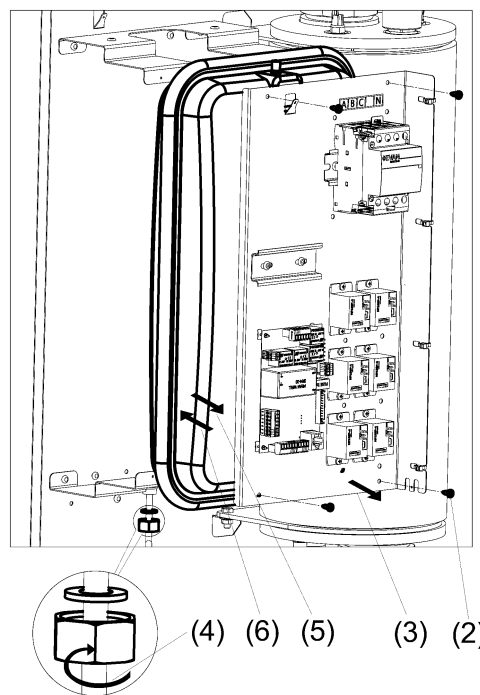

Рисунок 11. Замена расширительного бака
- (2) Открутите четыре самореза (см. рис. 11).
- (3) Снимите и уберите панель силовую с электрокомпонентами в сторону;
- (4) Открутите накидную гайку, соединяющую бак и трубопровод подачи теплоносителя.
- (5) Извлеките бак из корпуса прибора.
- (6) Установите новый бак взамен прежнего, используйте новую уплотнительную прокладку для накидной гайки.
- (7) Проверьте давление воздуха в расширительном баке. Давление воздуха должно быть в диапазоне  $(1,0 \div 1,5)$  бар. При необходимости отрегулируйте давление до нормы.
- (8) Закрутите накидную гайку соединяющую напорный трубопровод подачи и бак. Выполните проверку герметичности соединения.
- (9) Подсоедините провода к электрокомпонентам расположенных на панели силовой.